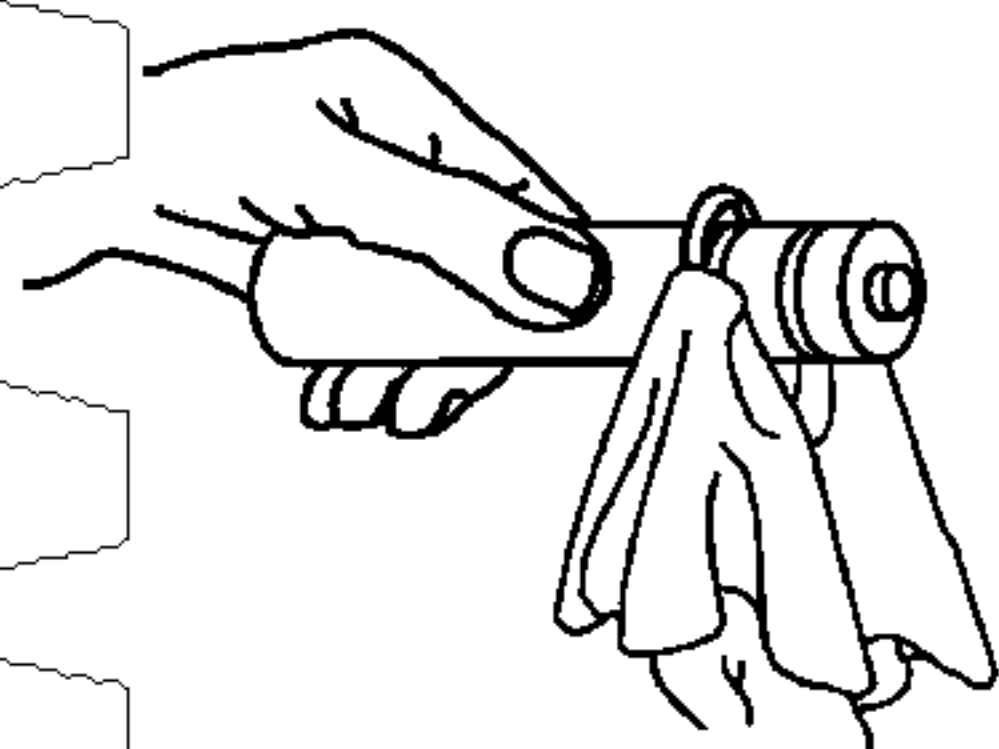

Рис. 6. Снятие кольцевого уплотнения
- г. Удалите кольцевые уплотнения с плунжера крана, для этого возьмите в одну руку деталь, а в другую руку сухую тряпку и сдавите кольцевое уплотнение, сдвигая его вверх. Когда образуется петля, схватите кольцевое уплотнение другой рукой и выкатите его из канавки, а затем скатите с детали (Рис. 6).